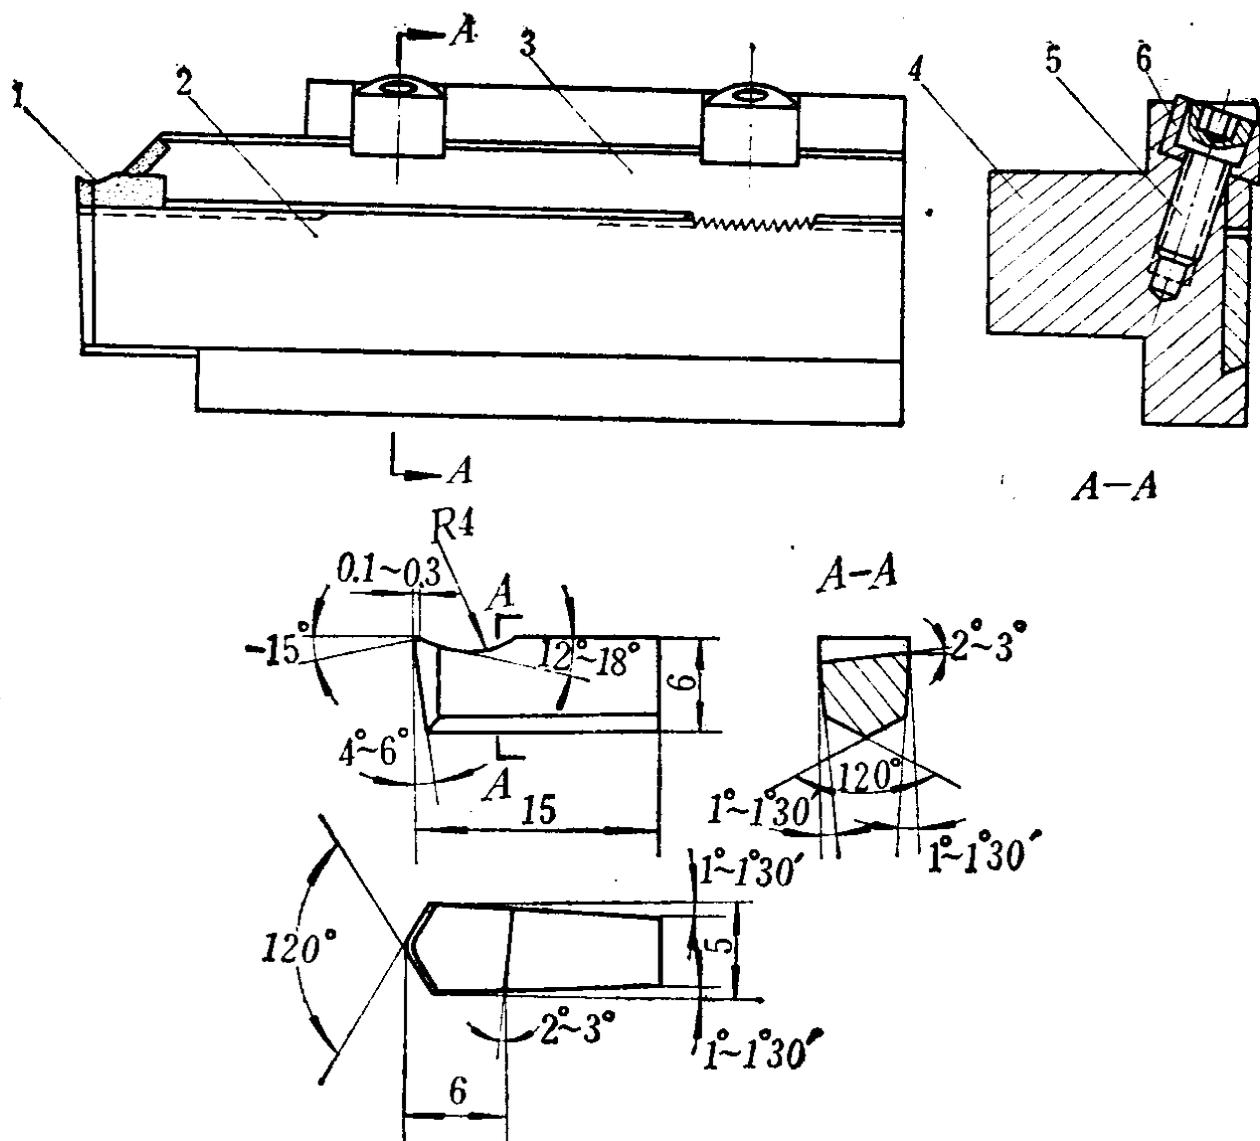
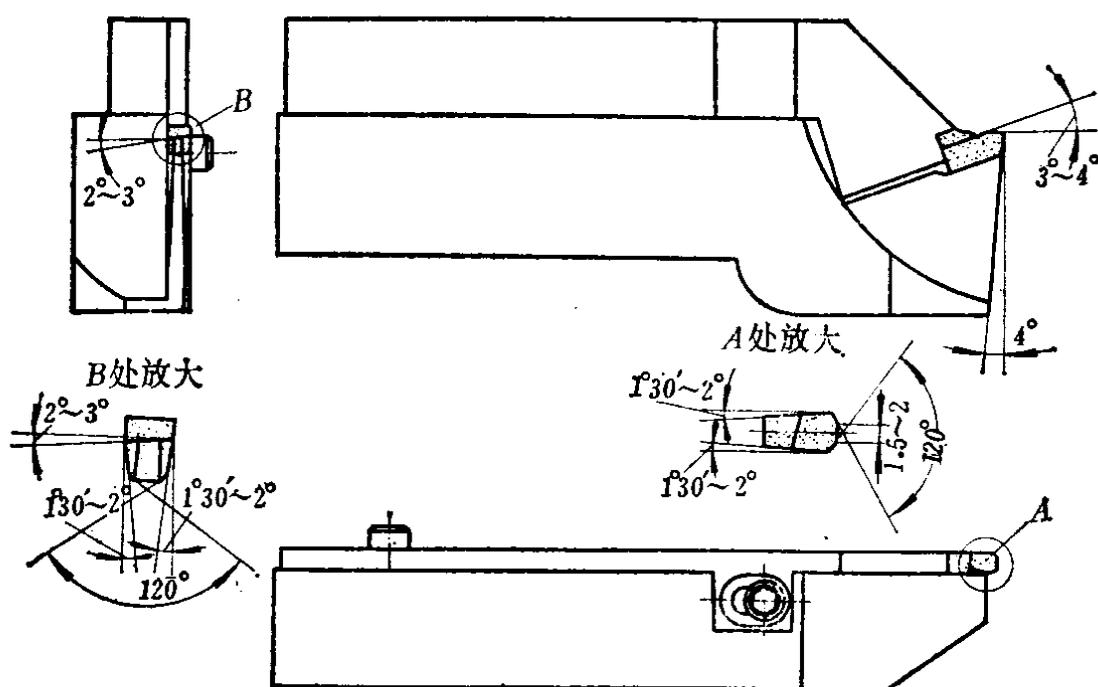

图2-3 可调式机夹切断刀
图2-4 上压式机夹切断刀
这里共汇集了3把上压式机夹切断刀。图2-3为可调式机夹切断刀，刀片可以多次重磨而利用率较高；图2-4为上压式机夹切断刀，它在刀体下面加了加强筋，所以切断刀的强度好，能采用较大的切削用量；图2-5为杠杆上压式机夹切断刀，它是通过杠杆放大来夹紧刀片的，夹紧力大，适用于切削用量变化较大时，切削韧性大的碳钢零件。
二、刀具特点（图2-3）
2. 前刀面有一 $2^\circ\sim 3^\circ$ 的倾斜面（见图2-4中B放大图），排屑比较顺利。